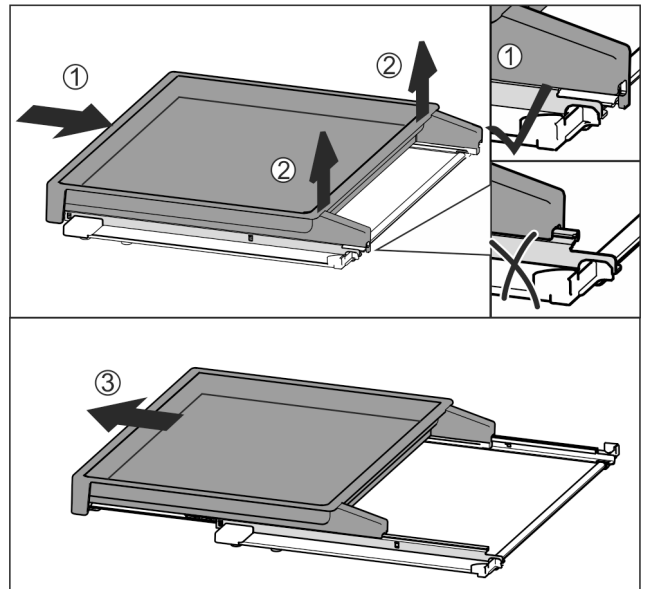

Fig. 109
- ▶ Insérer complètement la bordure télescopique Fig. 109 (1).
- ▶ La désenclencher à l'arrière Fig. 109 (2).
- ▶ Sortir la bordure télescopique par l'avant Fig. 109 (3).